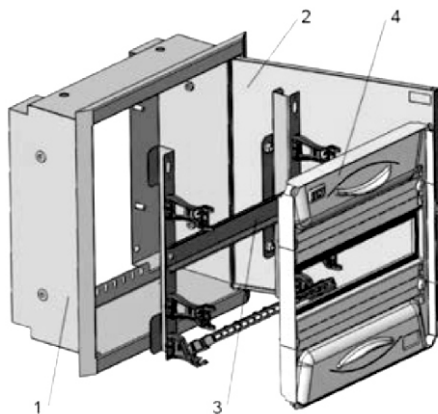

Рисунок 1 – Состав изделия
4.1 Корпус металлический ЩРв серии PRO (рисунок 1) конструктивно состоит из оболочки (1) с открывающейся дверью (2), монтажной рамы (3) и оперативной панели (4).